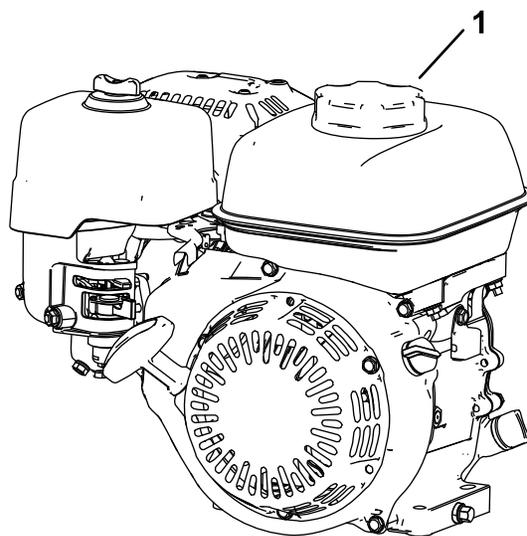

Рисунок 17
1. Очистите область вокруг крышки топливного бака и снимите крышку (Рисунок 17). Заполните топливный бак до низа отверстия заливной горловины бака; см. *Руководство оператора* для вашего двигателя.